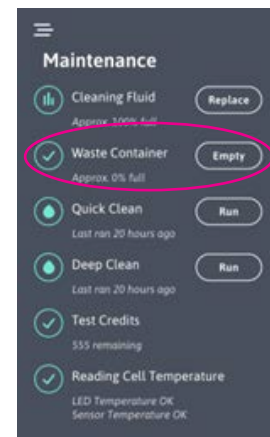

Figura 35
5. Pressione o botão de reinicialização do Recipiente de resíduos vazio no Menu de manutenção para reiniciar (Figura 35).